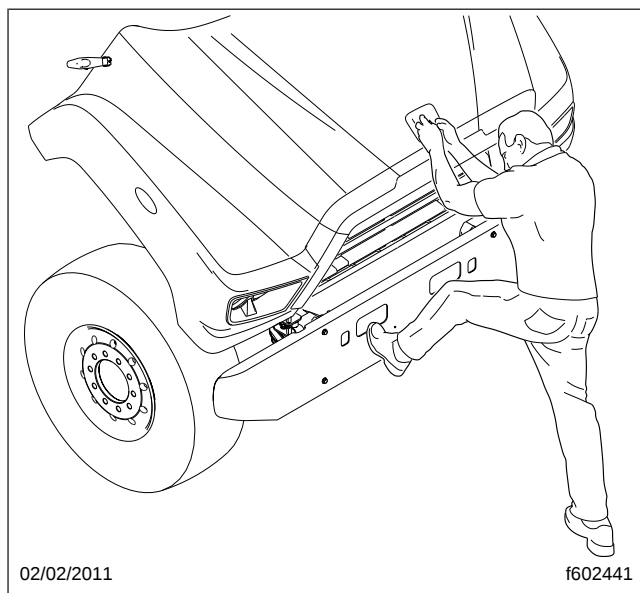

Fig. 2.8, Basculement du capot
3. En vous plaçant devant le capot, soulevez-le par en dessous jusqu'à atteindre un point légèrement au-dessus de la position centrale (45 degrés de la ligne verticale). Voir la figure 2.8. Puis emmenez-le lentement au point d'arrêt.